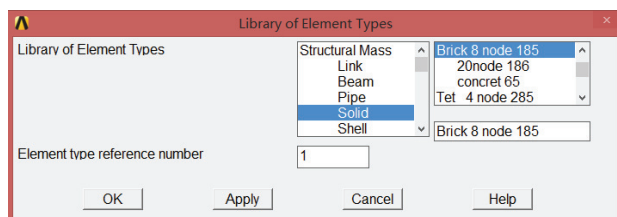

图 2-14 单元类型列表对话框
1) 选择 Main Menu | Preprocessor | Element Type | Add/Edit/Delete 命令，出现 Element Types 对话框，单击 Add 按钮，出现 Library of Element Types 对话框，在 Library of Element Types 列表框中选择 Structural Solid, Brick 8 node 185，在 Element type reference number 输入栏中输入 1，如图 2-14 所示，单击 OK 按钮关闭该对话框。